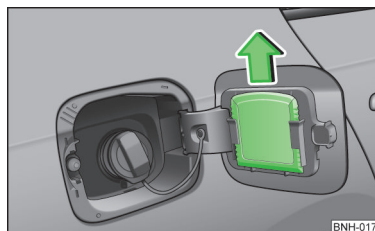

Abb. 119
- Den Eiskratzer in Pfeilrichtung herauschieben » Abb. 119.